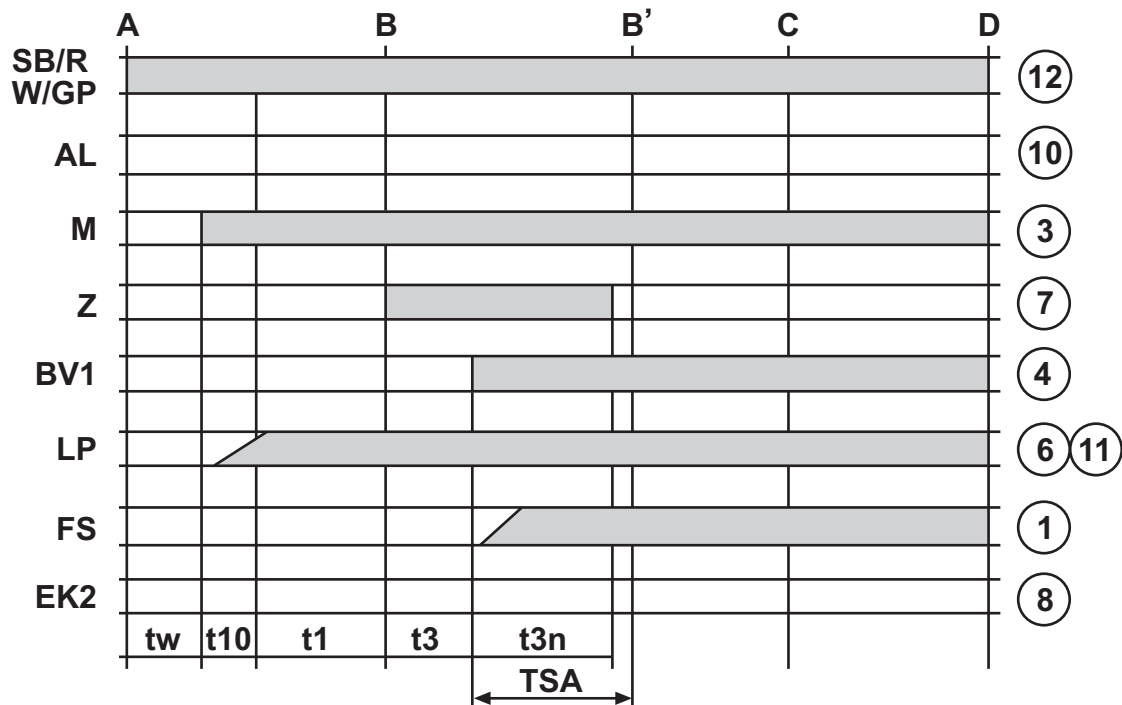

fig. 13
- Inizia il funzionamento secondo il diagramma di fig. 13.